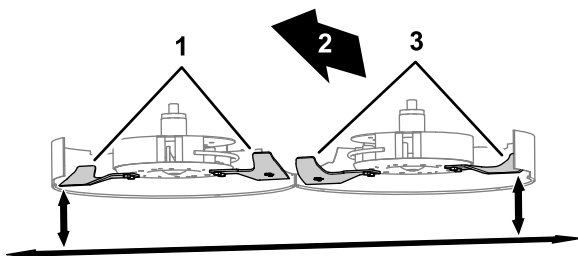

Bild 122
3. Stellen Sie ein seitliches Messer auf die äußerste Stellung (Bild 122).
4. Messen Sie den Abstand zwischen dem Boden und dem äußersten Punkt der Schnittkante des Messers mit einem Messklotz (Bild 122).
5. Fluchten Sie das Seitenmesser an der anderen Seite des Mähwerks mit der äußersten Stellung aus (Bild 122).
6. Messen Sie den Abstand zwischen dem Boden und dem äußersten Punkt der Schnittkante des Messers mit einem Messklotz (Bild 122).
8. Messen Sie den äußersten Punkt der Schnittmesseranten (Bild 122).